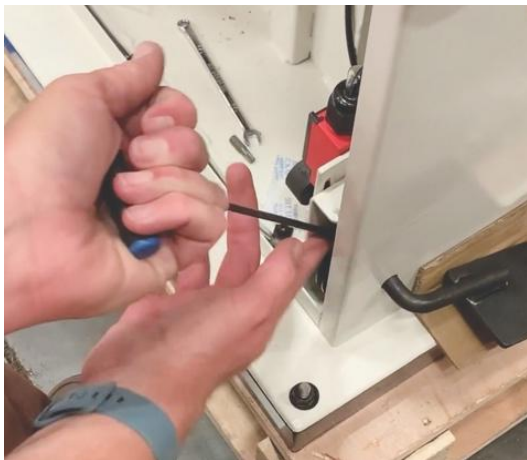

Рис. 35
2. С помощью шестигранного ключа диаметром 4 мм ослабьте установочный винт (см. рис.35).